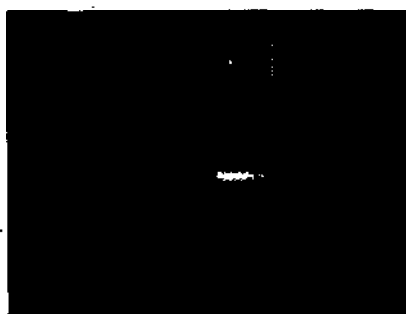

Рисунок 17 – Фиксатор, блокирующий подвижную часть имитатора в положение работа
7.2.1 Перевести фиксатор в рабочее положение, см. Рисунок 17 и начать сеанс лечения (тренировки).